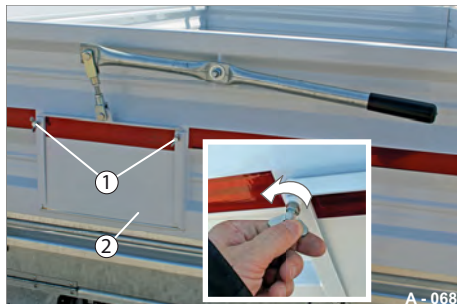

Abb. 90 Dosierschieber entriegeln
- ▶ Schrauben Sie beide Flügel-schrauben (Abb. 90/1) auf - nicht komplett abschrauben.